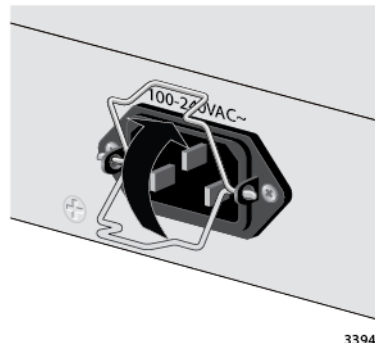

Рисунок 27. Перевод удерживающего зажима в верхнее положение
2. Поднимите удерживающий зажим. См. рис. 27.